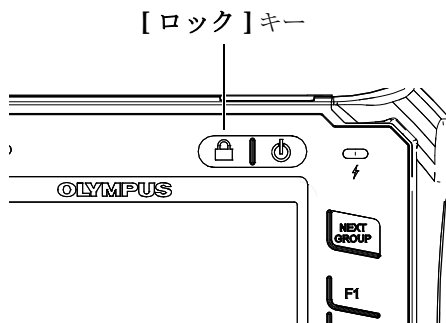

図 2-8 調整ノブ構成-[ロック]キー
- [ロック] キー（ノブ構成のみ）では、ノブが偶然動いたためにパラメータが不必要に変更されることを防止するために、すべてのパラメータの調整が自動的にロックされます（43 ページ図 2-8 参照）。